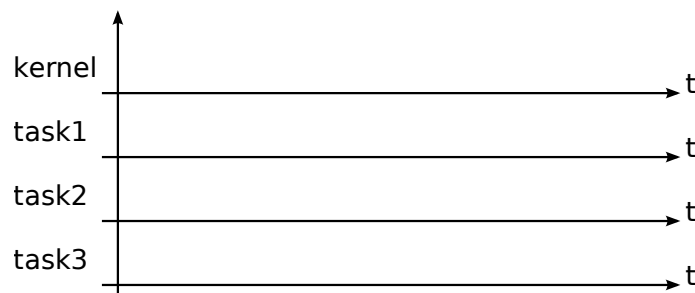

FIGURE 4 – Chronogramme à compléter.
- 🔗 Complétez le chronogramme de la figure 4 et précisez l'état pris par chaque tâche.